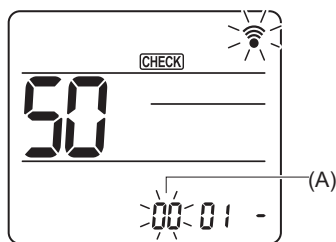

Fig. 6-20
Appuyez sur les touches **SET** pour régler le numéro d'appareil (A). (Fig. 6-20)